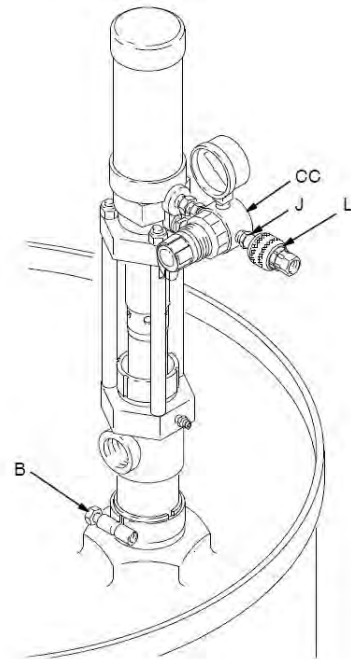
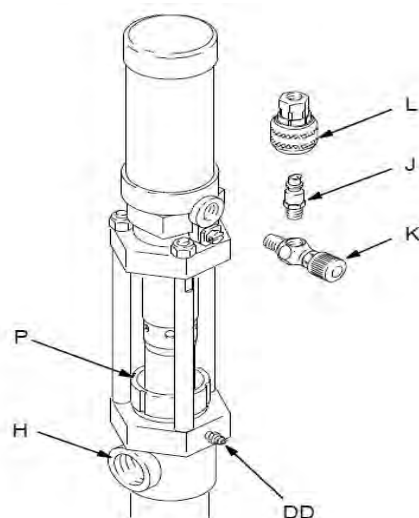

図 3
図 5
ほとんどのモデルは、ポンプエアインレットにニードルタイプのアア制御バルブ (K) が付けられて供給されます。モデル 226951 には代わりにエアレギュレーターキット (CC) があります (図 3 を参照してください)。すべてのモデルはエアラインの迅速で簡単な着脱方式のカプラー (L) が付けられて供給され、これによりエアラインがポンプやアクセサリに接続されます。
エアバルブ (K) またはレギュレーター (CC) を閉じた状態で、エア供給をオンにして、エアラインカップラー (L) を接続してください。次を参照してください: 図 3 または図 5。すべてのディスペンスバルブが開かれていることを確認してください。
ウェットカップ (P) の 1/2 に Graco スロートシール液 (TSL) または適合性のある溶剤を入れて、1/2 が充填されている状態を保持して、液体が置換ロッドで枯渇し、ポンプスロートパッキングが損傷を受けることを防止します。図 5 を参照してください。
非潤滑液体をポンピングしているか、シャットダウンが数日以上行われる場合、スロートパッキンパッキンに頻繁に潤滑剤を塗布してください。一部のポンプにはこの目的のためにグリースの金具 (DD) があります。図 5 を参照してください。
定期的に、パッキンナット (P) の締め具合を点検してください。圧力を開放してから、漏れを防止するために十分なトルクで締めてください。ただし、これ以上締め過ぎないようにしてください。図 5 を参照してください。漏れを停止できない場合、パッキンを交換して、ポンピングされている液体への露出を防止してください。